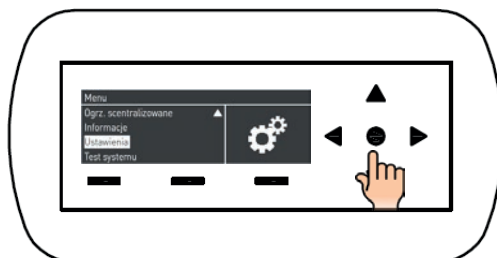

Rys. 7 Dolny przycisk nawigacyjny
- b. Dolną strzałką nawigacyjną przejść w menu głównym do menu „Settings” (Rys. 7 Dolny przycisk nawigacyjny, Rys. 8 Widok ekranu menu Ustawienia),